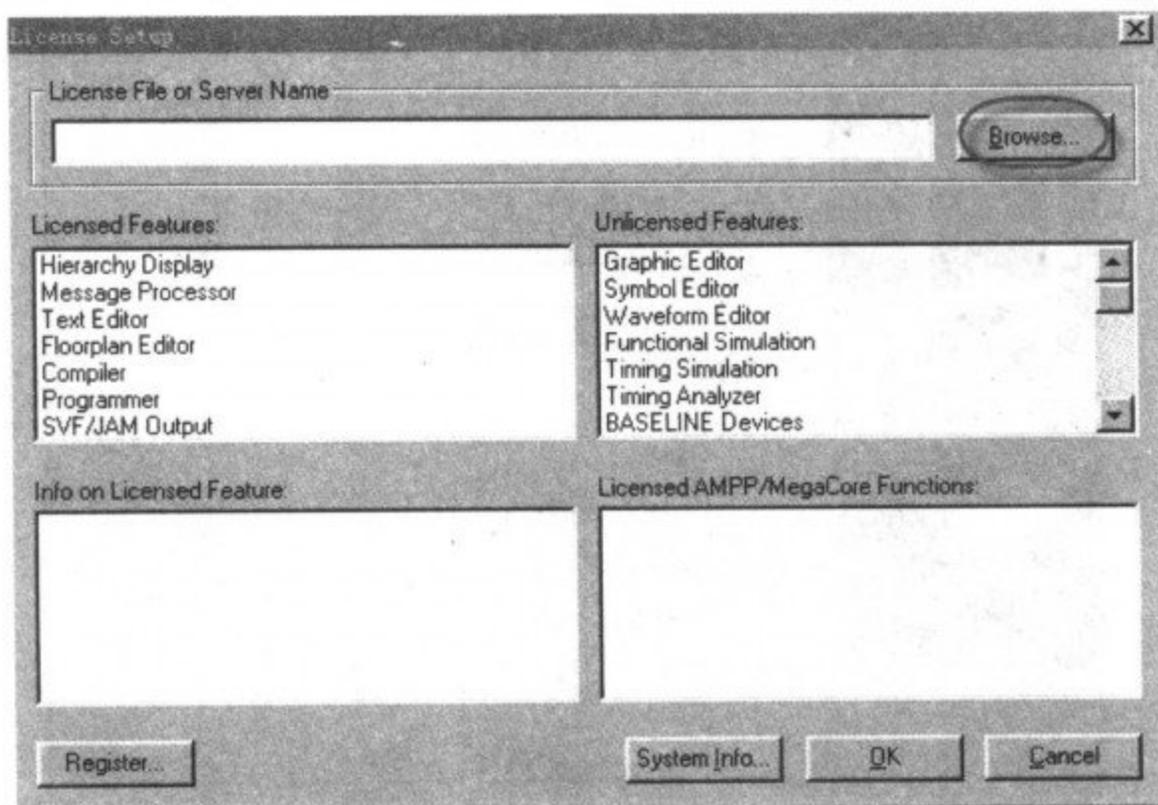
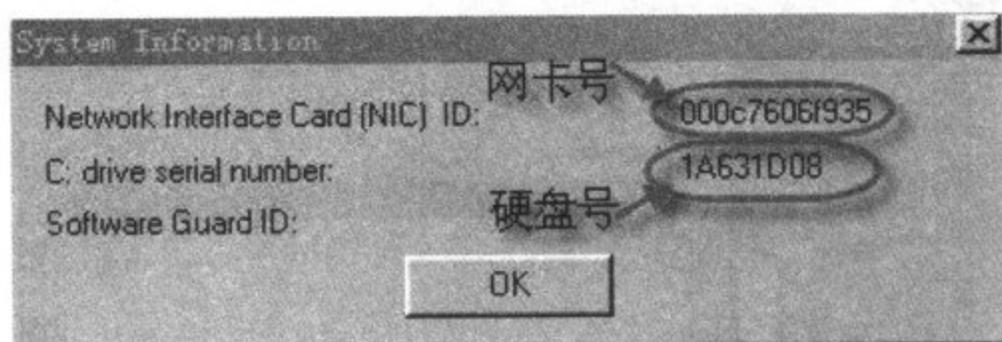

图 3-6 授权设置对话框
图 3-7 硬盘 ID 号
(7)虽然此时已安装完毕,但用户还未获得使用授权,许多功能将受到限制。在获得授权文件 License. dat 后,双击 MAX+plusII 快捷图标进入 MAX+plusII 集成开发环境;单击菜单 Option,在弹出的下拉菜单中选择 LicenseSetup 命令;在出现如图 3-6 所示的授权设置对话框中单击“Browse...”按钮,加载 license. dat 文件;然后单击 OK 按钮,就获得了使用授权,这时许多原来不能使用的功能即可使用。
获取硬盘 ID 号和网卡号的方法是:进入 MS-DOS;在命令提示行下键入 dir cpld 命令;在第 2 提示行可以看到 Volume Serial Number Is 1A63-1D08,1A63-1D08 就是您的硬盘 ID 号。也可在图 3-6 所示的画面中单击“systemm info...”,出现如图 3-7 所示的画面,图中的 drive serial number 即为硬盘 ID 号,图中的 Network interface card(NIC) ID